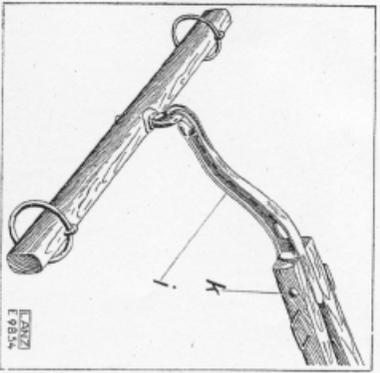

Bild 16. Jochholz.
w) Jochholzhalter „j“ (Bild 16) zwischen die beiden Scherbäume schieben und mit der Flachrundschraube „k“ zusammenschrauben. Jochholz an Halter einhängen.